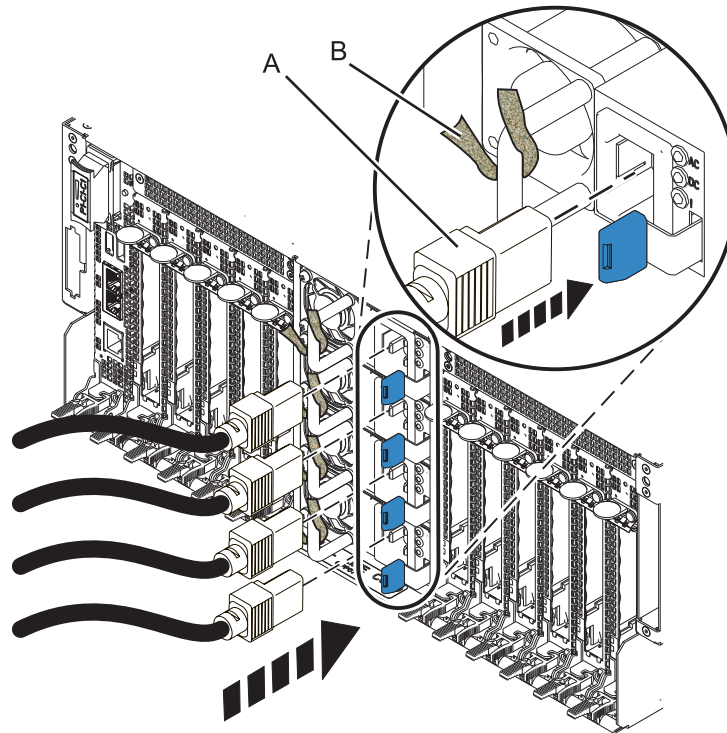

Figure 32. Branchement des cordons d'alimentation et fixation des câbles à l'aide d'attaches
6. Connectez les cordons d'alimentation aux blocs d'alimentation (A). Voir figure 32, à la page 41.
8. Fixez le cordon d'alimentation et les câbles à l'aide des attache-câble ou des attaches velcro (B), comme illustré à la figure 32, à la page 41.